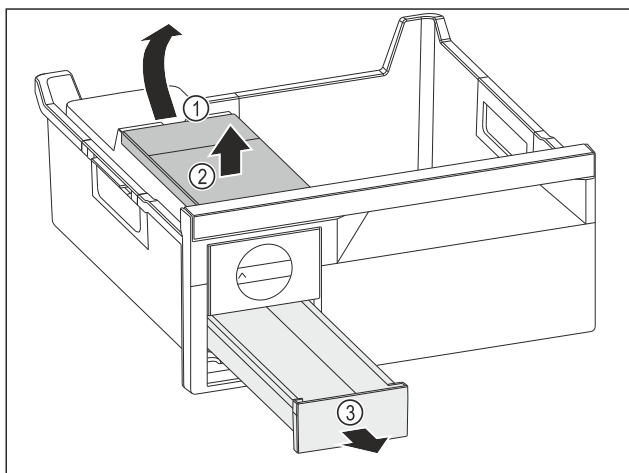

Fig. 78
- ▶ Vyjmutí nádržky na vodu: Zvedněte nádržku na vodu za vybrání Fig. 78 (1).
- ▶ Nádržku na vodu Fig. 78 (2) vyjměte nahoru.
- ▶ Zásuvku na kostky ledu Fig. 78 (3) vyjměte dopředu.